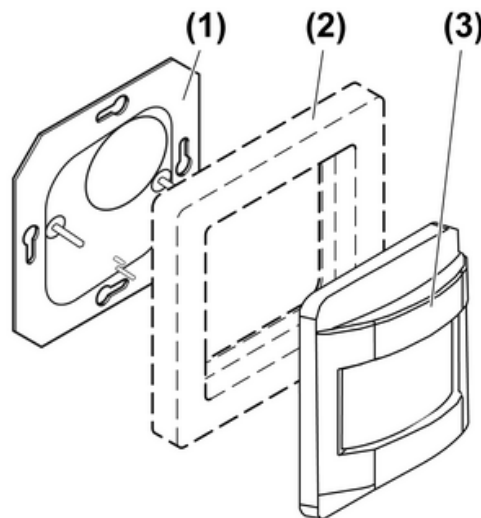

Bild 1
- Wächter (3) mit dem Rahmen (2) vorsichtig von der Bodenplatte (1) abziehen (Bild 1).